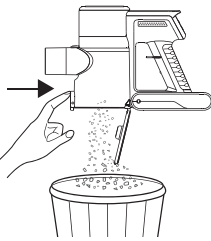

Fig. 4
Extraer el depósito de polvo presionando el botón (N) girando hacia la izquierda, como indica la flecha y los candados. (Fig.4).